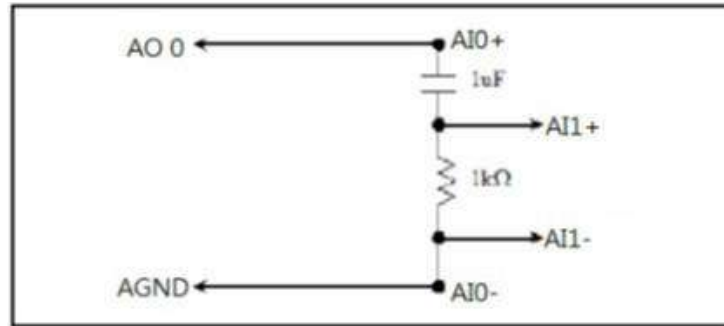

Figure 3-5 RC 電路圖
1. 在麵包板上用 1 μ F 的電容和一個 1k Ω 的電阻建立一個分壓電路，如 Figure3-5 所示。